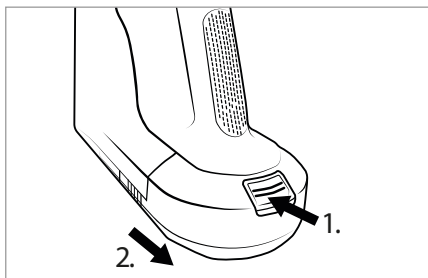

Fig. 13
- ♦ Per rimuovere la batteria **2** dall'apparecchio, tenere premuto il tasto di sblocco batteria **1** e sfilare la batteria **2** dall'apparecchio (vedere fig. 13).